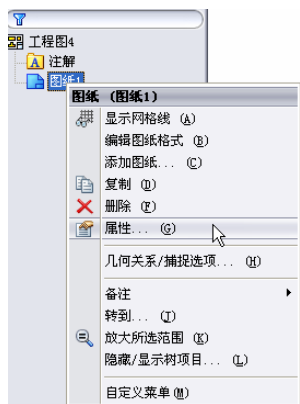

图 14-18 设置图纸属性
❶ 执行设置图纸属性命令。在工程图图纸中的“FeatureManager”设计树中，右键单击图纸的图标，在系统弹出的快捷菜单中选择“属性”选项，如图 14-18 所示。